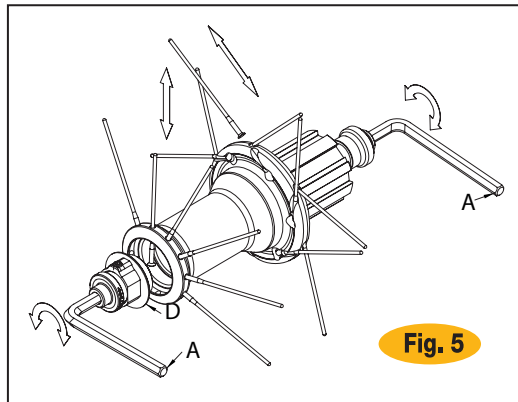

Fig. 5
- Introduzcan dos llaves Allen (A) en las tuercas de tope en los extremos de los bujes y gírenlas en sentido **horario**.
- Después de haber extraído la parte móvil, extraigan el radio a sustituir e introduzcan el radio nuevo, (Fig.5). y bloqueen firmemente la tuerca de tope móvil con un par de 15 Nm. Controlen la fluidez de la rueda.